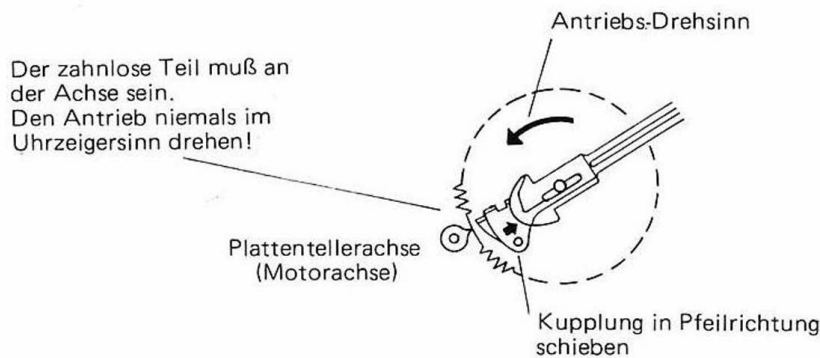

Abb. 3
- 2-2. Verschieben Sie die Kupplung in Pfeilrichtung (Abb. 3).